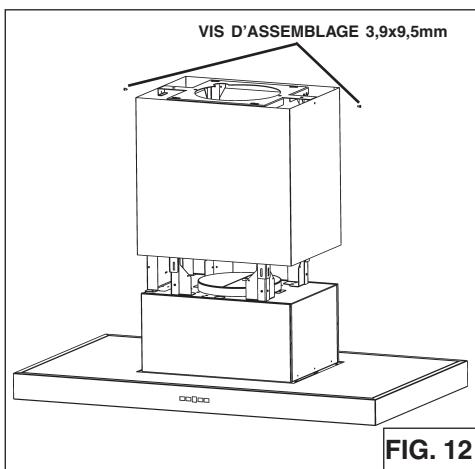

FIG. 12
2. Attaché le **conduit supérieur** pour le châssis de support supérieur avec les vis de montage de 3,9 x9, 5mm (Fig.12).